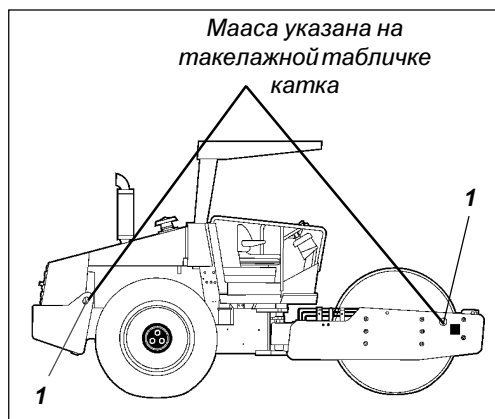

Рис. 21 Подготовка катка к подъему
Держитесь на расстоянии от лебедки. Убедитесь, что такелажные крюки надежно закреплены. Проверьте массу катка, которая указана на такелажной табличке (1) (рис. 21)